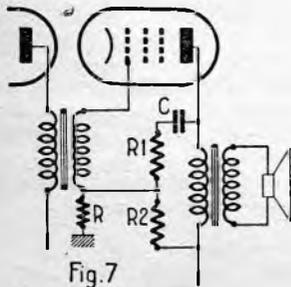

Fig. 7
I dispositivi di contro-reazione da noi indicati si riferiscono a collegamenti a mezzo di resistenze, e possono essere applicati a quelli a mezzo di trasformatori, purchè siano fatte alcune modifiche. Come mostra la fig. 7, la tensione inversa dev'essere allora immessa attraverso l'avvolgimento secondario del trasformatore. Tra il repartitore di tensione, costituito dalle resistenze R1 ed R2, e il circuito anodico è indispensabile inserire un condensatore (C) per bloccare la corrente continua d'alimentazione ed impedirle di raggiungere il circuito di griglia.